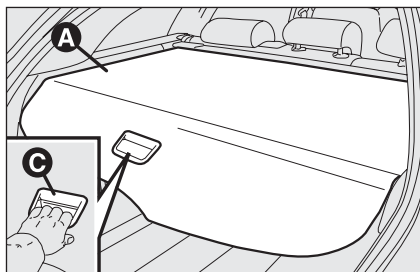

fig. 17
La cortinilla cubreequipaje **A-fig. 17** se puede enrollar y quitar.
**ADVERTENCIA** Acompañe la cortinilla mientras se enrolla, teniéndola por la manilla **C-fig. 17**.